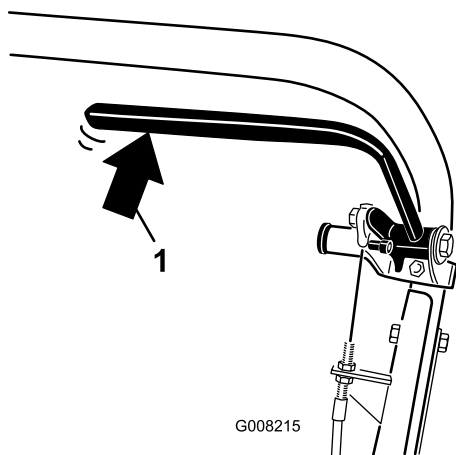

図 31
2. バネばかりで、常用ブレーキレバーを後ろから押す（図 31）。約13.5～18kg の力でブレーキが解除されれば適正である。約13.5～18kg の力よりも小さい力でブレーキが解除される場合にはブレーキケーブルの調整が必要である。ステップ 3 に進む。